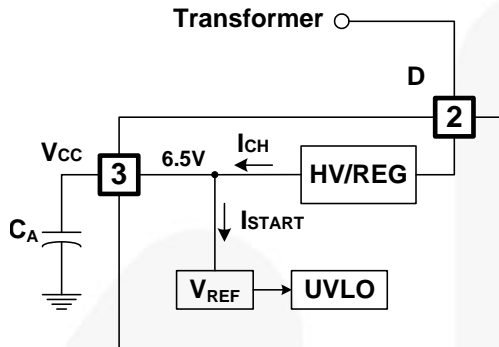
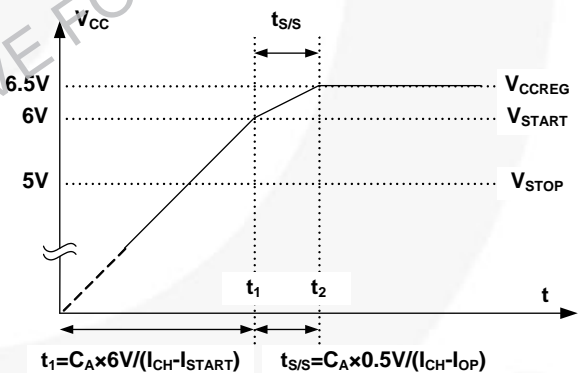

图 15. 启动框图
图 20. 软启动功能
1. 启动和 V_{CC} 调节: 在启动时, 内部高压电流源提供内部偏压并对连接到 V_{CC} 引脚的外部电容 (C_A) 充电, 如图 15 所示。引脚 D 和 V_{CC} 之间的内部高压调节器 (HV/REG) 将 V_{CC} 调节为 6.5V, 并提供工作电流。因此, FSQ500L 不需要辅助偏置绕组。
4. 软启动: 软启动时间由外部 V_{CC} 电容器 (C_A) 调节, 它在启动后缓慢增大 PWM 比较器同相输入电压以及 senseFET 电流。在 V_{CC} 达到 V_{START} 之前, C_A 由电流 $I_{CH-ISTART}$ 充电, 其中 I_{CH} 和 I_{START} 如图 15 所示。在 V_{CC} 达到 V_{START} 之后, 所有内部模块都被激活, 从而保证 IC 内部消耗的电流变为 I_{CP} 。因此, C_A 由电流 I_{CH-IOP} 充电, 使得 V_{CC} 的上升斜率变缓。 V_{CC} 负向相向 6.0V (在图 2 中的软启动模块中进行), 然后 V_{CC} - 6.0V 成为 PWM 比较器其中一个输入端子的输入电压。由于 PWM 比较器的低电平起主导作用特性, 漏极电流跟随 V_{CC} - 6.0V, 而不是 V_{FB}^* 。通过选择 C_A 可以控制软启动时间的长短, 如图 20 所示。在 $t_{S/S}$ 期间, I_{DELAY} 被禁用, 以避免不必要的过载保护 (OLP)。通常, 采用 $27\mu F$ 的 C_A 时, $t_{S/S}$ 约为 4.6 ms。